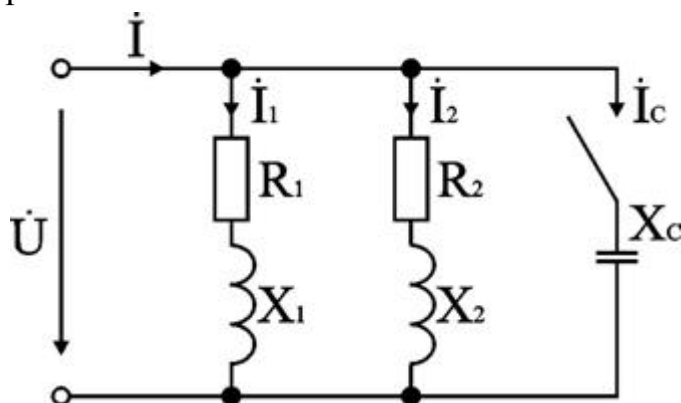

Рис. 2.4. Расчетная схема электрической цепи
1. Схема замещения каждого двигателя может быть представлена в виде последовательного соединения резистивного и индуктивного элементов, т.к. в двигателе происходит как необратимое преобразование электрической энергии в механическую и тепловую, так и колебательный обмен энергией между магнитным полем двигателя и сетью. Схема замещения представлена на рис. 2.4.